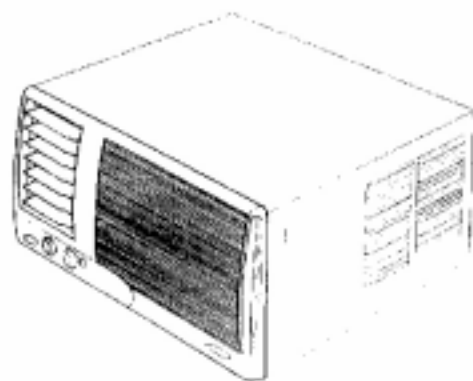

Fig.01 - Modelos Eletromecânicos
- Outubro/96 - Lançamento dos modelos Eletromecânicos: CCF07 a CCF21 e CCR07 a CCR21 (Fig.01)